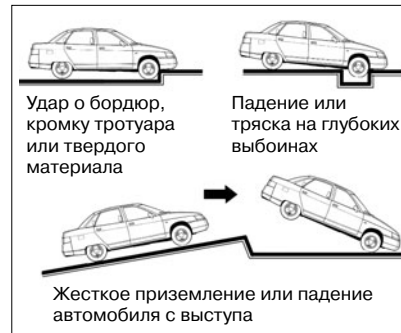

Рис. 10. Случаи срабатывания СНПБ
- в случае достаточного по силе удара, воздействующего на автомобиль спереди, некоторые примеры показаны на рис. 10.